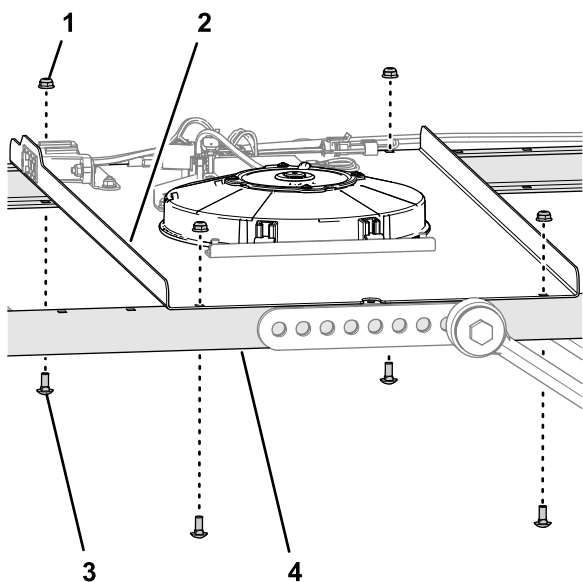

Figura 12
- Remova os quatro parafusos de carroçaria (¼ pol. x 5/8 pol.) e quatro porcas de bloqueio flangeadas (¼ pol.) que prendem o painel de interruptores aos canais da estrutura lateral esquerda e direita (Figura 12).
D. Monte o painel de interruptores nos canais da estrutura lateral com os parafusos de carroçaria e porcas de bloqueio (Figura 12) que removeu no passo 3.B